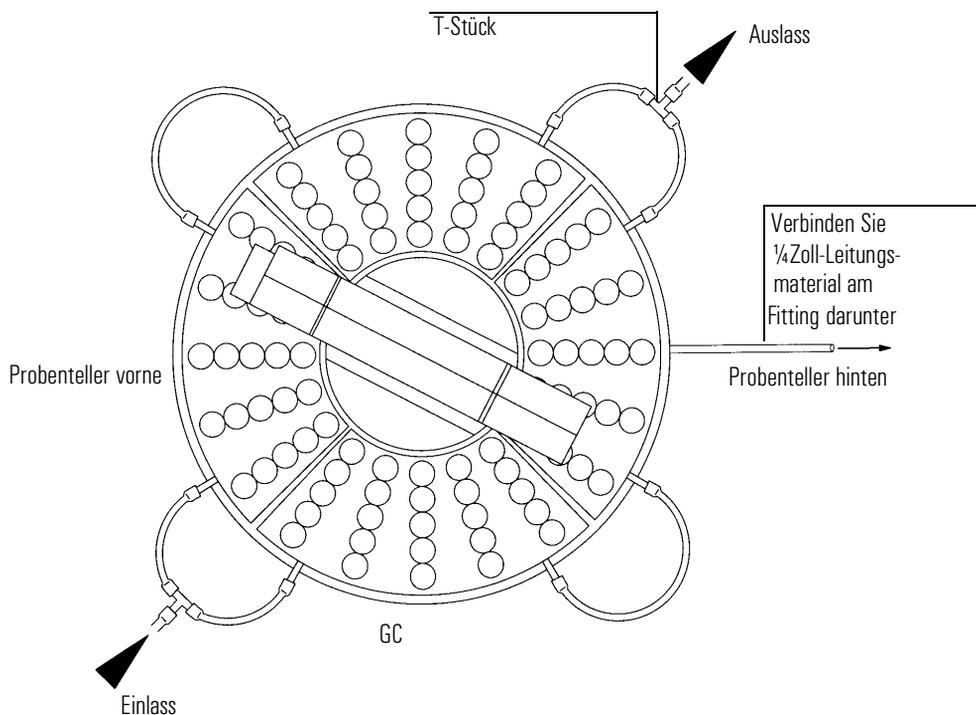

Abbildung 12 Anschluss der Quadranten der Probenteller
2. Verbinden Sie die Quadranten des Probentellers untereinander mit Hilfe von Schläuchen mit einem Innendurchmesser von $\frac{1}{4}$ Zoll (6,35 mm), wie in Abbildung 12 gezeigt.